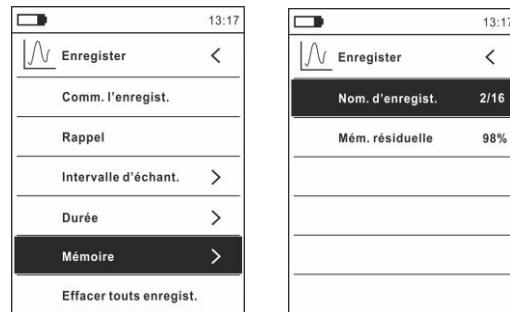

Fig. 41: Fonction data logger – Contenu mémoire
23. Sélectionner la rubrique « Mémoire » (voir Fig. 41 – partie gauche) et appuyer sur la touche **►**. La page-écran Fig. 41 – partie droite s'affiche à l'écran